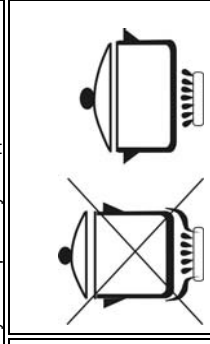

Рис. 5
- Обращайте внимание на то, чтобы пламя горелки нагревало дно посуды и не вышло за его края (рис. 5).